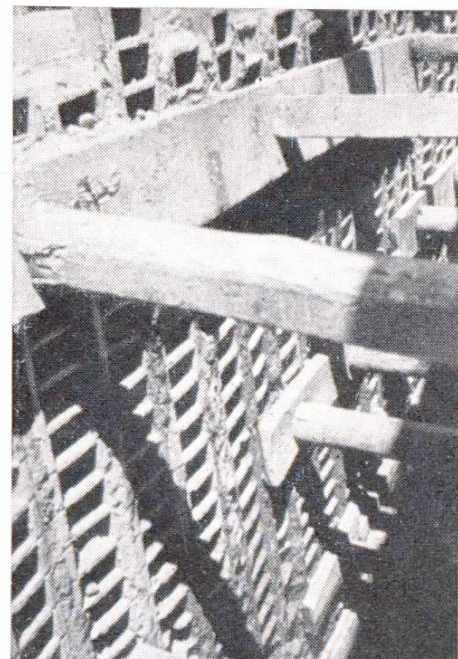

Abb. 6 **Plankspundwand** in der
**Spundwände (Abb. 6)** : abdichtende Wirkung gegen Wasser und entweichenden Sand, grosse Reibung zwischen Terrain und Wand, starker Verbund mit anliegendem Beton, Besteigbarkeit der Wandungen, Bogenführung bis min. 3 m Radius.